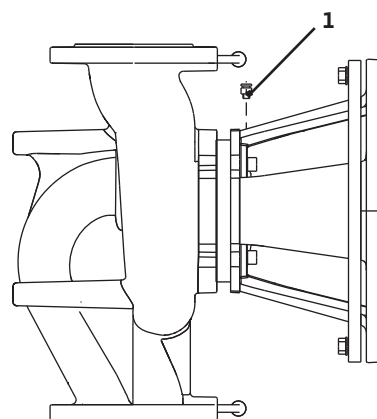

Fig. 18: Ilmanpoistoventtiili
- Ilmanpoistoventtiiliin (Fig. 18, kohta 1) on aina osoitettava ylöspäin.